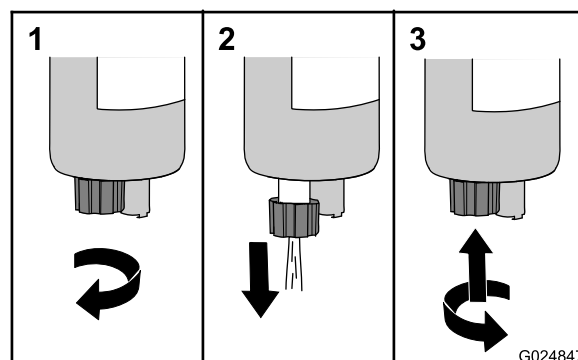

Figura 21
3. Gire a válvula de drenagem no sentido anti-horário em aproximadamente 3 e meia voltas até que a válvula caia do separador de combustível/água (Figura 21).
4. Drene a água e o sedimento do separador até que combustível claro esteja visível (Figura 21).
5. Levante a válvula e gire no sentido horário até que esteja firme (Figura 21).